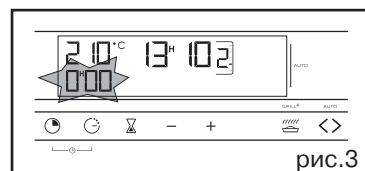

рис.3
- мигает 0:00 и время приготовления (рис.3)
Пример: в положении  -> рекомендуется использовать решетки на 1 или 2 уровне (рис.3).